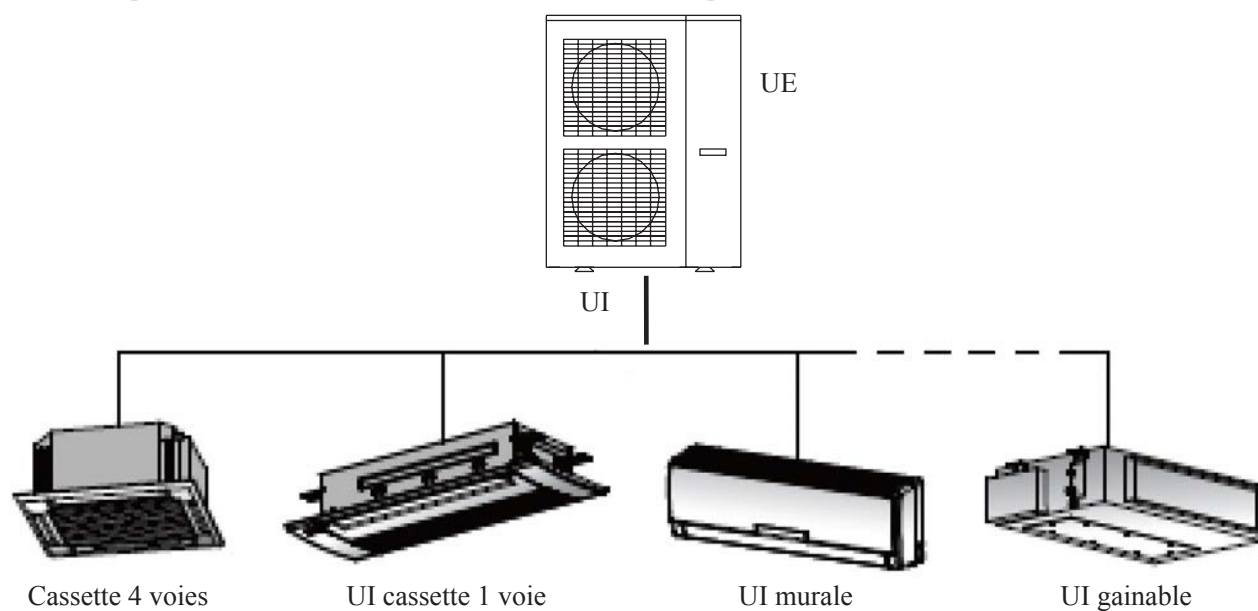

Fig.1 Combinaison d'unités extérieures et intérieures
- (3) Comme indiqué dans la Fig.1, l'unité extérieure peut être raccordée à différents types d'unités intérieures, dont les UI cassette 4 voies, les UI cassette 1 voie, les UI murales et les UI gainables. Si une unité intérieure est mise sous tension, l'unité extérieure démarrera et fournira la puissance frigorifique nécessaire à l'unité intérieure. Si toutes les unités intérieures sont mises hors tension, l'unité extérieure s'arrêtera.